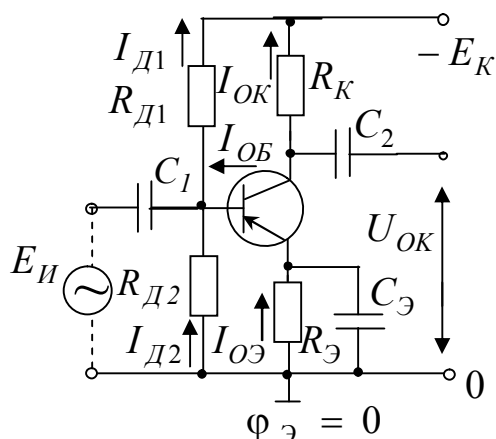

Рисунок 12 – Эмиттерная стабилизация
**Эмиттерная стабилизация** (рисунок 12). Стабилизация осуществляется введением в схему последовательной отрицательной ОС по постоянному току. Напряжение обратной связи снимается с резистора  $R_{\text{Э}}$ , который включен в цепь эмиттера.